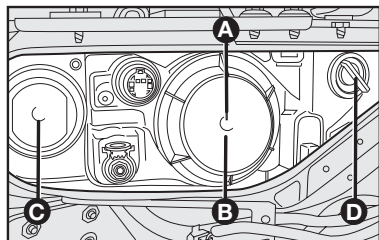

fig. 16
## GRUPOS ÓPTICOS DELANTEROS fig. 16
- quite la tapa **C-fig. 16** girándola en el sentido antihorario;
- monte la tapa **C-fig. 16** comprobando el correcto bloqueo.